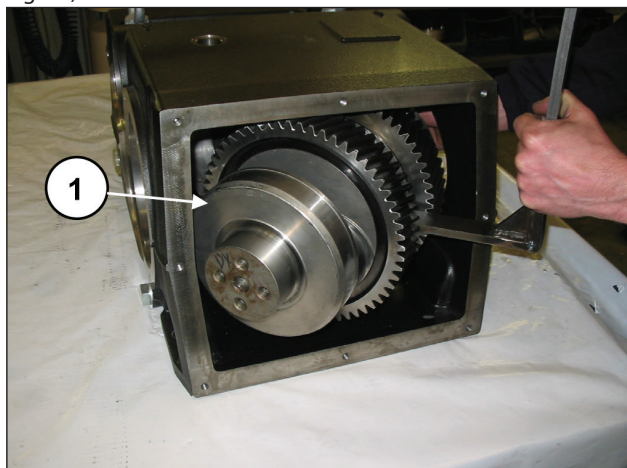

Fig. 40
Dégager le vilebrequin par l'arrière du carter (rep. ① rep. ①, Fig. 40).